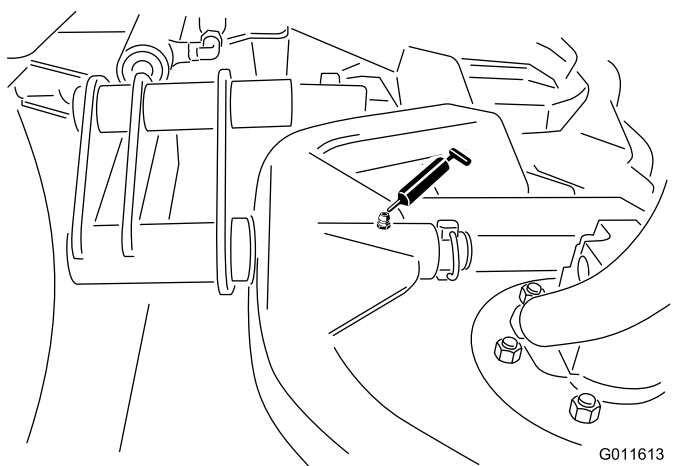

Figura 31
- Pivote del bastidor de tiro de la unidad de corte (1 en cada)—Figura 31